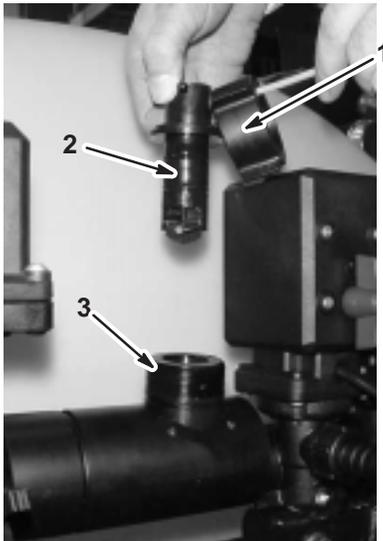

Bild 57
2. Entfernen Sie die Befestigungskappe vom Gehäuse des Durchflussmessers (Bild 57).